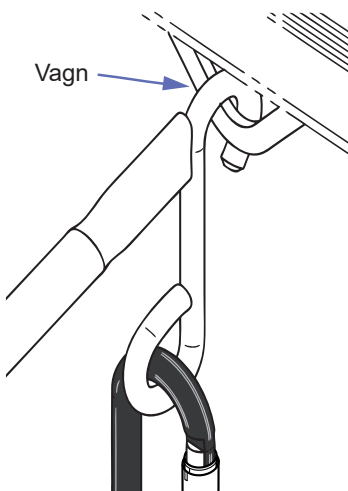

Fig. 6
3. För in kroken på Reacher i öglan som finns på vagnen i skenan. Se fig. 6.